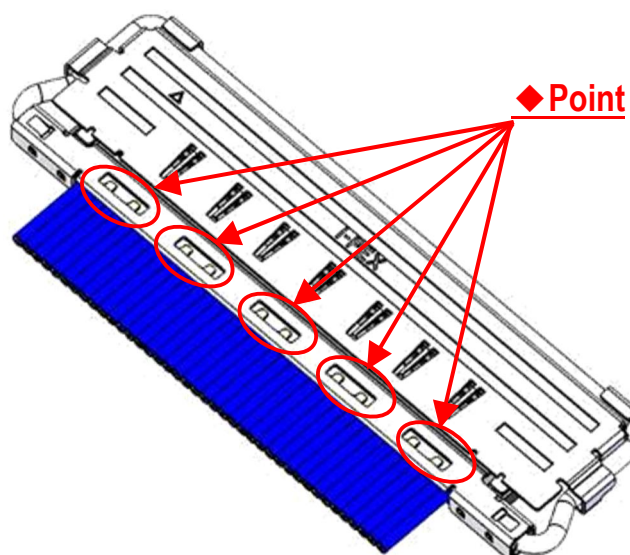

Fig.10 Soldering of Shell-A and Ground Bar
- ④ Shell A,Bと Ground barを半田コテにて全箇所半田付けすることを推奨する。 (Fig.10, 11 ◆部)